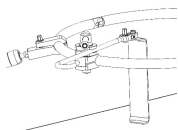

Figura 14
- **Abrazaderas del anillo** (AL-0103) unidas a cualquier punto del anillo. Para unir las, afloje la perilla de la **abrazadera del anillo** y presione la más grande de las dos aberturas en el **anillo retractor**; las **abrazaderas del anillo** encajarán en el **anillo retractor**. Presione el eje del **soporte para hojas** en la abertura más pequeña de la **abrazadera del anillo** para unir los dos componentes. El ensamblaje de la **abrazadera del anillo/soporte para hojas** se puede ajustar libremente hasta que se apriete la perilla de la abrazadera. Se pueden agregar **abrazaderas del anillo y soportes para hojas** adicionales al **anillo retractor** como se desee. (Figura 14)